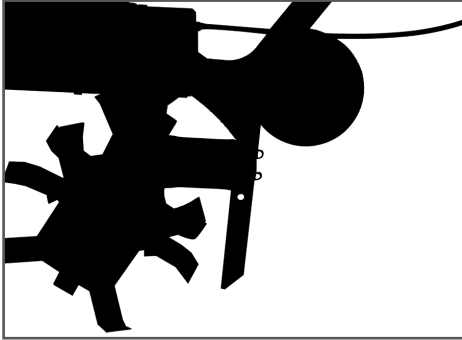

Рис. 16 Установка сошника в рабочее положение
2. Установите сошник с транспортировочными колесами в рабочее положение (Рис. 16). Вставьте сошник в паз кронштейна, совместите отверстия в сошнике с отверстиями в кронштейне и вставьте пальцы крепления сошника. Зафиксируйте пальцы шплинтами.